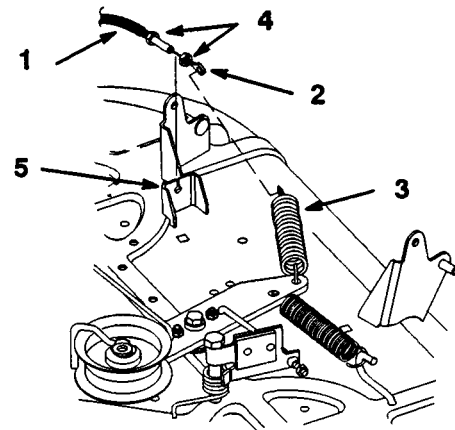

Fig. 40
6. Sganciare l'estremità con anello del cavo di comando della lama (presa di forza) dalla molla di rinvio (Fig. 40).
7. Togliere il controdado dal cavo di comando della lama (presa di forza) sulla staffa di montaggio, ed estrarre il cavo dalla staffa (Fig. 40).